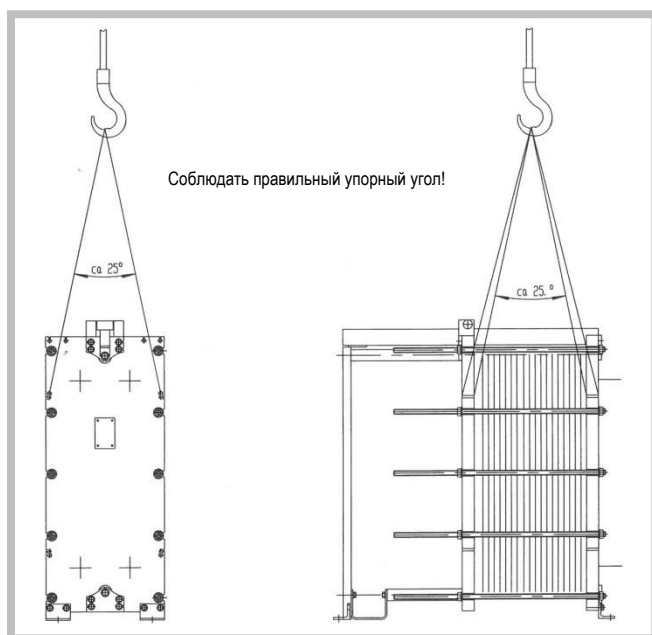

Рисунок 28
1. Закрепить на предусмотренных рым-болтах на пластинах каркаса подходящие грузозахватные приспособления. (Рисунок 28). Не использовать цепные стропы. Существует опасность повреждения или соскальзывания ПТО.
3. Следить за соблюдением правильного упорного угла ок. 25° (Рисунок 28).